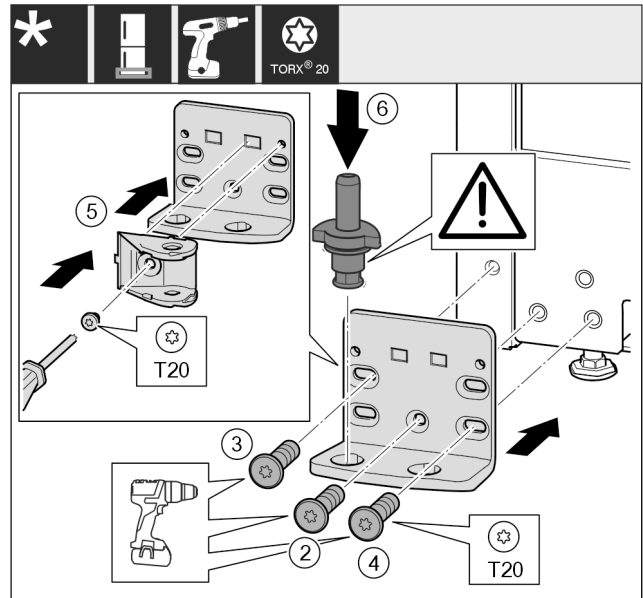

Fig. 19
- Poser le support de palier de l'autre côté et le visser à l'aide d'un tournevis T20. Commencer par la vis 2 en bas au milieu. Fig. 19 (2)
- Visser les vis 3 et 4. Fig. 19 (3,4)